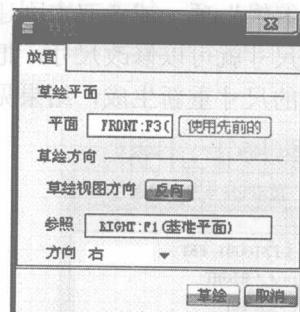

图 1.8
3) 选择 FRONT 面作为草绘平面 (Sketch Plane)，这时在“草绘方向”栏中出现系统默认的绘图视角，即把 RIGHT 面作为基准平面，“草绘”对话框结果见图 1.8。